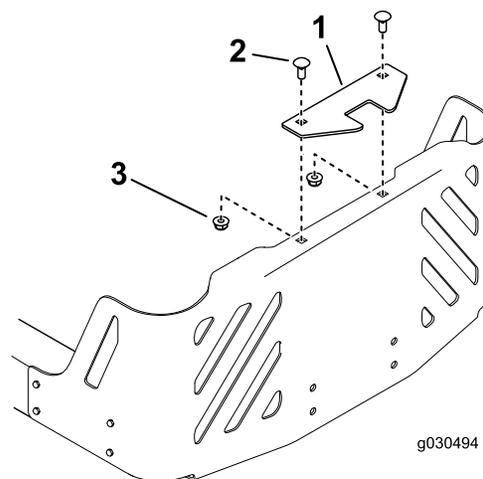

Figure 10
1. Fixez le support de stabilisation à la protection du moteur au moyen de 2 boulons de carrosserie (5/16" x 3/4") et 2 contre-écrous (5/16") (**Figure 10**).